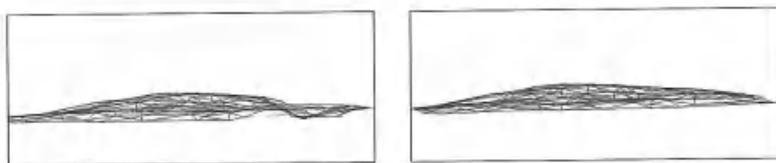

图4-11 当出现局部基坑时, 工程量所发生的差异现象
(1) 施工单位遇见坑或者洼地的时候, 少踩点或者不踩点, 因为没有高程点, 软件自动识别为平地, 这样就能多算坑或者洼地的土方, 如图4-11所示。